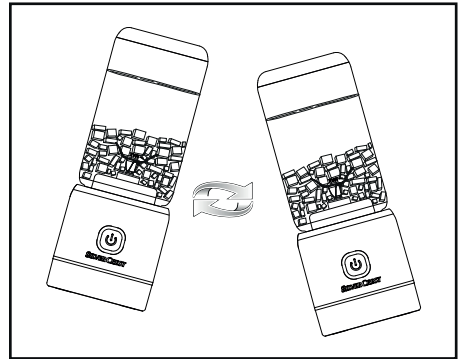

Fig. 1
4) Per agevolare la distribuzione degli ingredienti, si può muovere l'apparecchio mentre tritura gli alimenti. Per farlo tenere l'apparecchio in mano ed eseguire movimenti oscillatori avanti e indietro (vedere fig. 1). Assicurarsi che il miscelatore **4** non si stacchi dal blocco motore **9**.